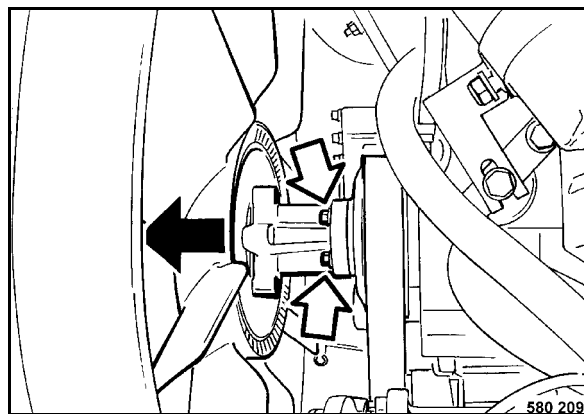

Fig. 181
- Desenroscar los tornillos de fijación (Fig. 181) y empujar el ventilador hacia delante.